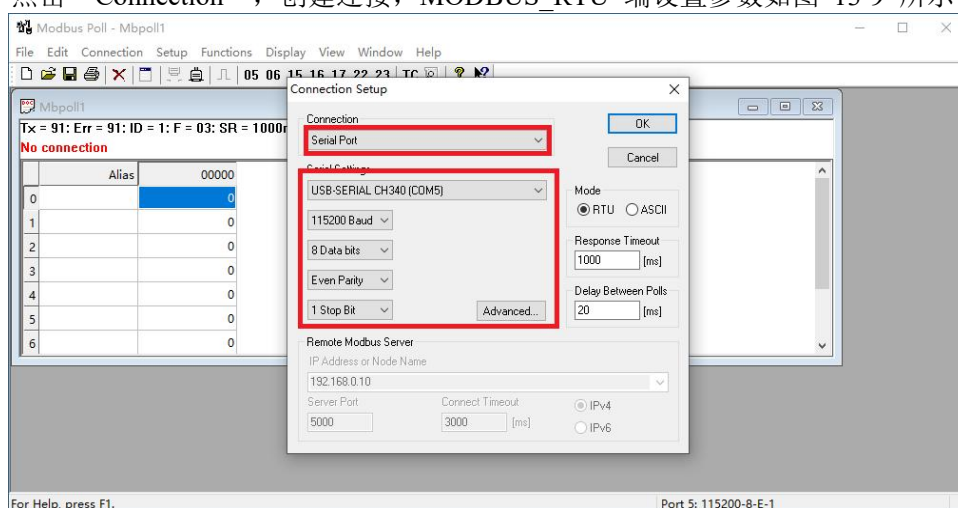

图 13-9 MODBUS_RTU 主机参数设置
(3) 点击“Connection”，创建连接，MODBUS_RTU 端设置参数如图 13-9 所示。